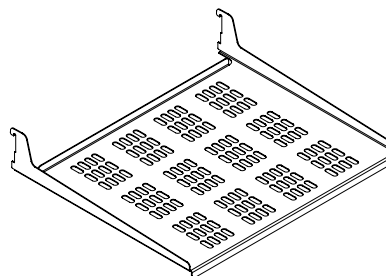

Figure 13
(2) étagères métalliques perforées en porte-à-faux (Voyez la Figure 13).